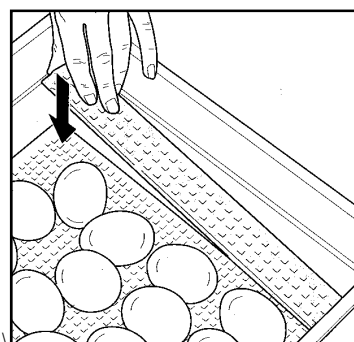

Fig. 6
- I) Trois jours avant l'éclosion enlevez les séparateurs de la couveuse pour qu'ils ne constituent pas un obstacle pour les poussins à naître. Déplacez la grille coulissante en position équidistante par rapport aux parois et couvrez les espaces qui se créent en positionnant un séparateur en position oblique pour empêcher aux poussins de tomber au dessous (voir Fig. 6).